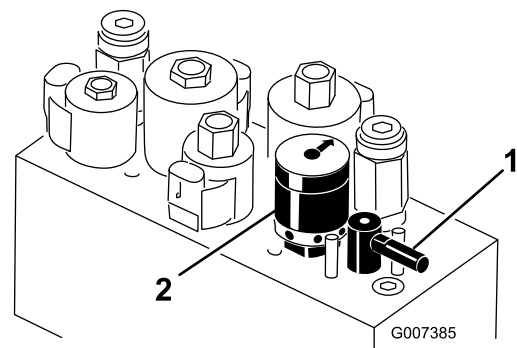

図 28
4. リールの速度を設定するには、ノブ **図 28** を回して、ノブの矢印を、所定の番号に合わせます。